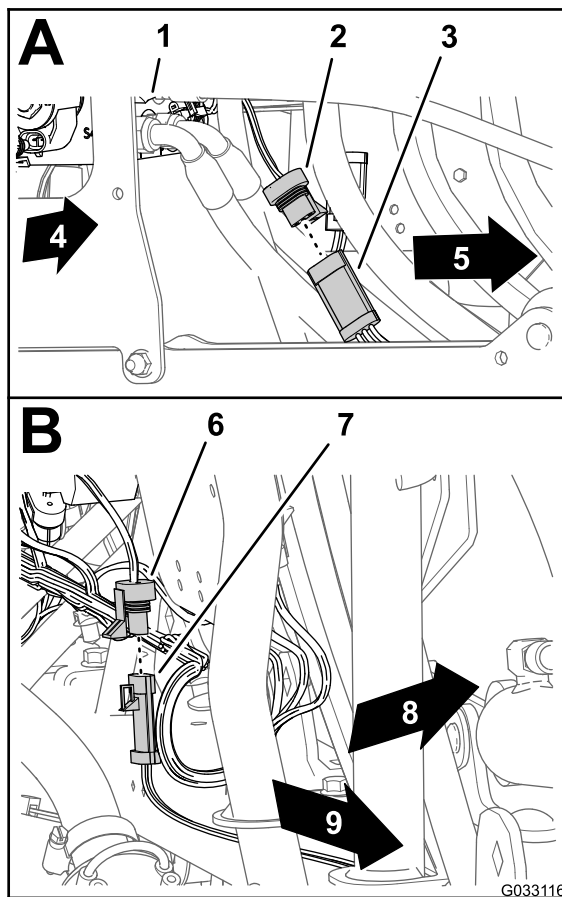

Figura 178
2. Collegare il connettore a 3 prese del cablaggio preassemblato di Sonic Boom dal connettore a 3 pin del cavo per il sensore Ultra-Sonic sinistro (Figura 178).
1. Collegare il connettore a 3 prese del cablaggio preassemblato di Sonic Boom al connettore a 3 pin del cavo per il sensore Ultra-Sonic destro (Figura 178).